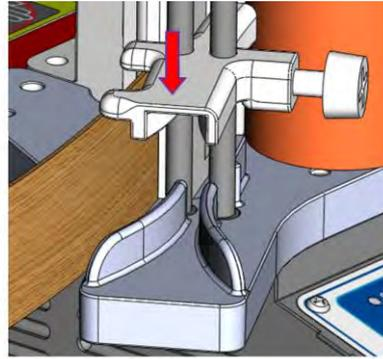

Fig5
- Réglez l'alimentation du bord à la bonne largeur (Fig5) et fixez-la à nouveau avec une vis